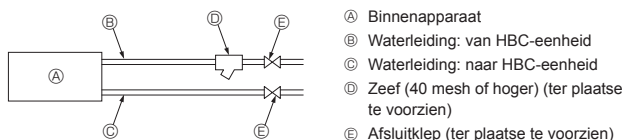

Fig. 4-4
10. Zie [Fig. 4-4] voor het aansluiten van de watervoorziening.